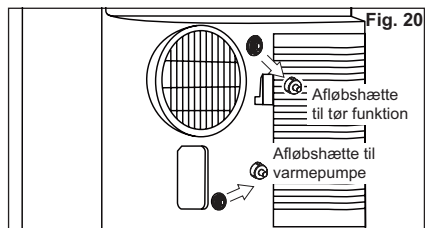

Fig. 20
- Skru afløbshætten af det løbende afløbshul (fig.20).